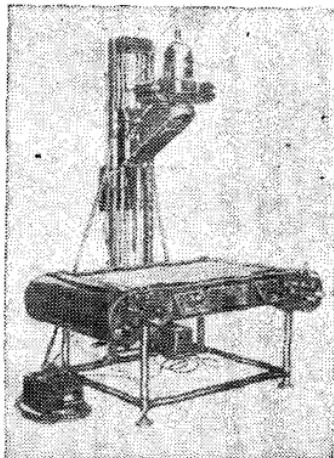

Рис. 50. Увеличительная установка УУ-3
9.13. Увеличительная установка УУ-3 (рис. 50) предназначена для размножения чертежно-технической документации методом проекционной печати с негативных микрофильмов на неперфорированной пленке. Печать может производиться на рулонные фотоматериалы и на форматные листы. Синхронное перемещение фотопленки и фототехнического материала, наводка объектива на резкость и экспонирование производятся автоматически. Техническая характеристика установки УУ-3 и ДР II приведена в табл. 30. Оптовая цена УУ-3 6,25 тыс. руб.